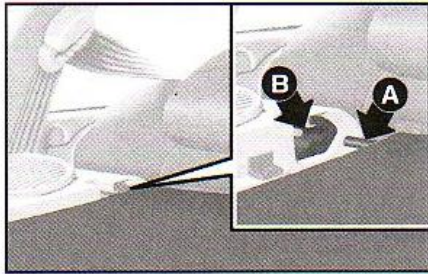

fig. 115
2) Liberar os pinos **A-fig. 115** do bagagito de suas sedes (**B**) e retirá-lo.